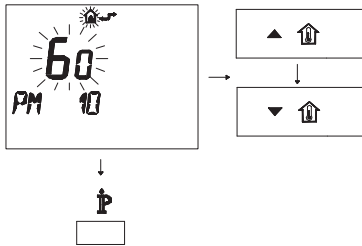

Fig. 5.89
- Per modificare il SET programmato agire sui pulsanti **▲** o **▼** e aspettare che il numero programmato cominci a lampeggiare (Fig. 5.89).